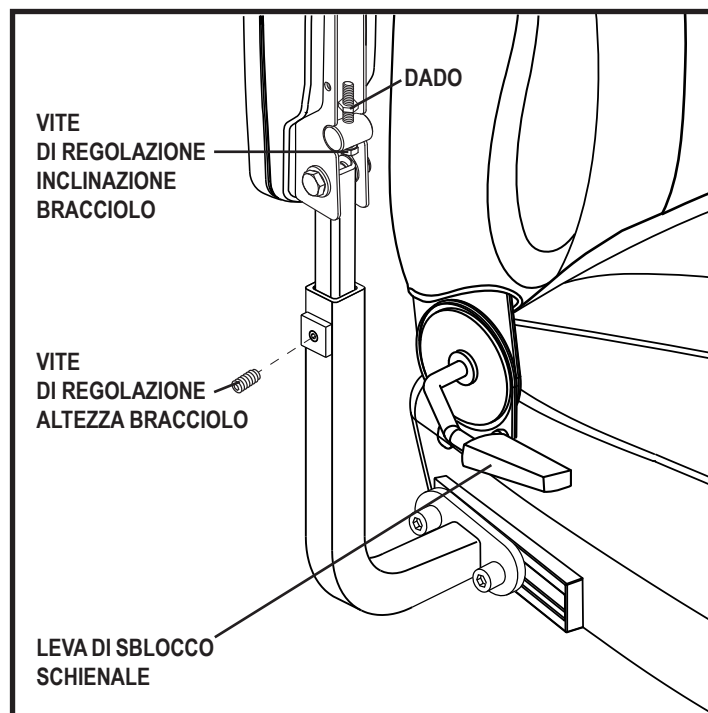

Figura 11. Regolazione dei braccioli e dello schienale
Se la carrozzina dispone di un sedile con reclino manuale, è possibile regolare l'angolazione dello schienale utilizzando la leva di sblocco dello schienale. Vedere figura 11.
1. Sollevare il bracciolo verso l'alto in modo che sia perpendicolare al pavimento. Vedere figura 11.
1. Allentare le viti di fissaggio del bracciolo. Vedere figura 11.